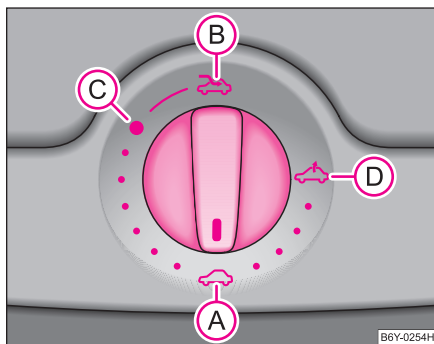

Fig. 32 Comutator rotativ pentru trapa/plafonul glisant electric
Trapa/plafonul glisant se poate deschide și închide când contactul este pus, de la comutatorul rotativ ⇒ fig. 32. Comutatorul rotativ are mai multe poziții.
- Rotiți comutatorul în poziția (C) ⇒ fig. 32.
- Rotiți comutatorul în poziția  ⇒ pagina 54, fig. 32.
Plafonul glisant este prevăzut cu protecție la suprasolicitare. Trapa se oprește și se întoarce câțiva cm., dacă întâlnește un obstacol (de ex. gheață). Puteți închide trapa fără activarea protecției la suprasolicitare apăsând comutatorul în poziția  ⇒ pagina 54, fig. 32 în față, până când trapa se închide complet ⇒ .
După fiecare acționare de urgență (cu manivela) trapa trebuie adusă în poziția de bază. De aceea trebuie să amplasați comutatorul în poziția **A** ⇒ pagina 54, fig. 32 și să îl apăsați cca. 10 secunde. ■